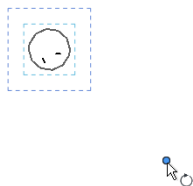

图 2-60 指定旋转中心
- (2) 系统默认为图元的中心，如果需要设置旋转中心点，则单击“地点”按钮，在适当的位置单击指定旋转直线，如图 2-60 所示。